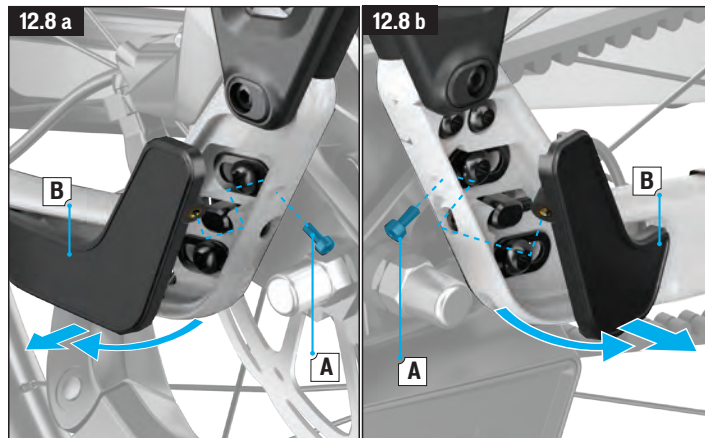

Fig. 12.8 A et B
- Retirez les protections des pattes arrière réglables (Fig. 12.8 A-B).
- À l'aide d'une clé TX25, retirez les vis supérieures du coupleur des haubans (A) ainsi que le rouleau du coupleur des haubans (B) installés dans la patte.
- Séparez les bases et les haubans et faites passer la courroie avec précaution à travers cet espace (C).